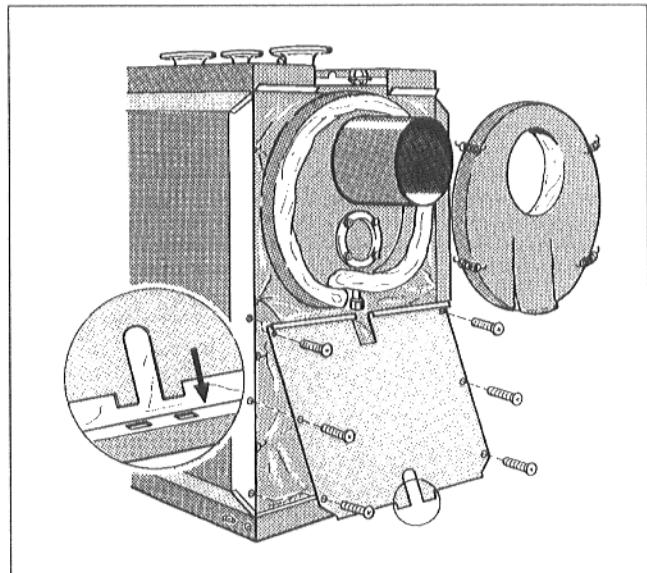

Рис. 15
- Теплоизолирующий мат газосборника отходящего газа наложить на поверхность газосборника и прикрепить к теплоизолирующему лентам посредством 4 натяжных пружин (Рис. 15).
- Вставить нижнюю часть задней стенки внизу обеими петлями в шлицы задней рамной планки и плотно привинтить винтами к отбортовке задней стенки (Рис. 15).